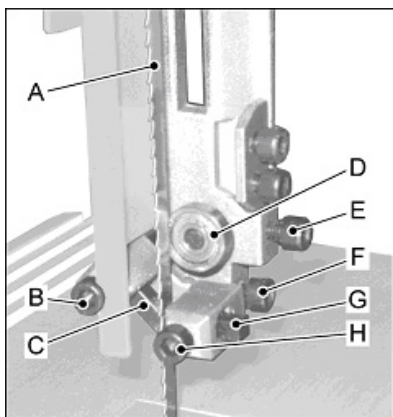

Рис. 7
направляющую установить в глубину так, чтобы расстояние от основания зуба до направляющих элементов (C, G Рис. 7) составляло примерно 2 мм, задний ролик (D) установить на расстоянии 1 мм от полотна пилы (A).